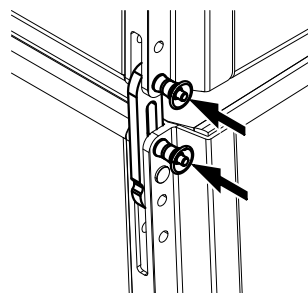

Abb. 3: SUB zu SUB,  $2.5^\circ$  Öffnungswinkel, offen
- c. SUB zu SUB mit  $2.5^\circ$  Öffnungswinkel (offen  $\Rightarrow$  Abb. 3) zwischen den Lautsprechern.